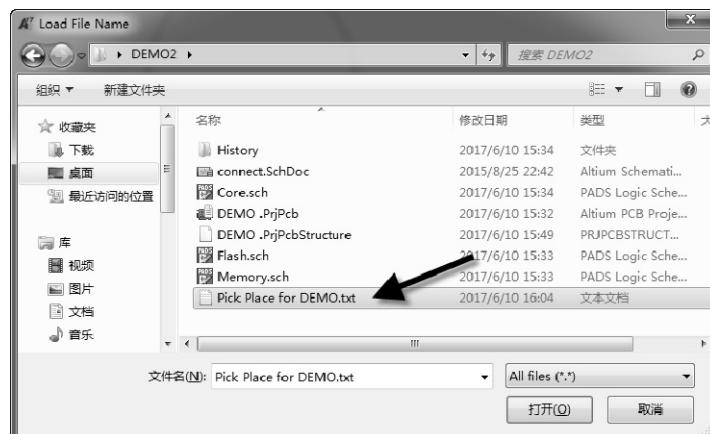

图 16-36 元件坐标的导入
(2) 在 B 板 PCB 中把所有元件执行解锁操作，执行菜单命令“工具-器件摆放-依据文件放置”，输入“.txt”后缀，选择刚才 A 板导出的坐标文件路径，选择导出的坐标文件，如图 16-36 所示，即可完成元件坐标的导入与布局的复制。